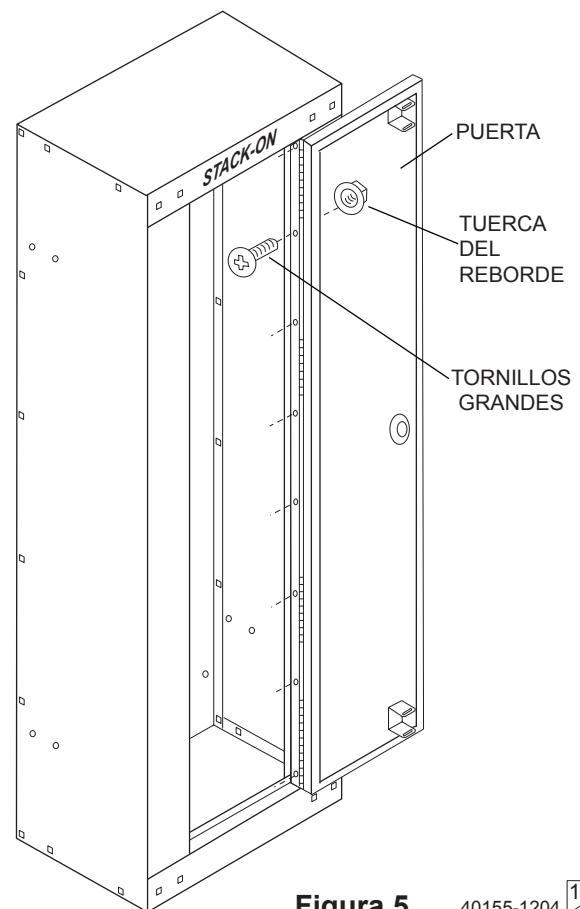

Figura 5
Alinee los hoyos de las bisagras de la puerta con los hoyos del gabinete. Ensamble con (8) tornillos grandes y tuercas del reborde. (Figura 5)